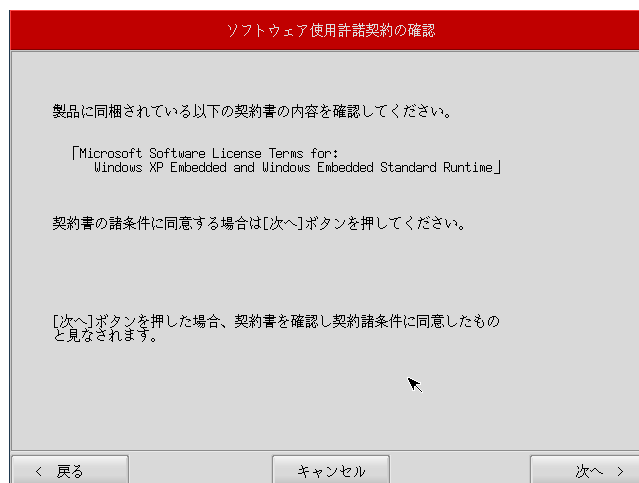

図 5-2-1. ソフトウェア使用許諾契約確認画面
- ④ ソフトウェア使用許諾契約確認画面（図 5-2-1）が表示されます。使用許諾契約を確認し、使用許諾契約の諸条件に同意できる場合は[次へ]ボタンを押します。